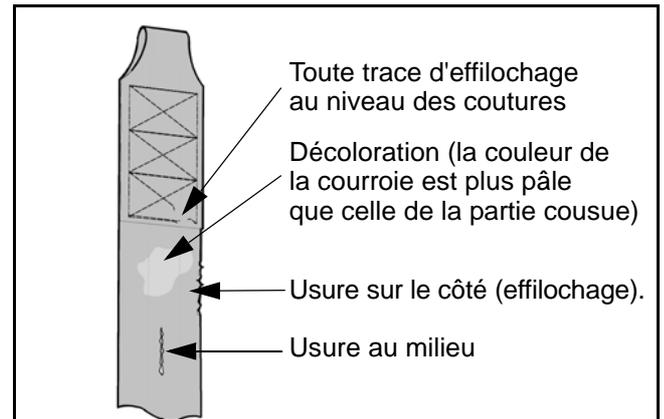

Fig. 23
- 2) Recherchez toute trace d'usure ou de décoloration. (voir Fig. 23).